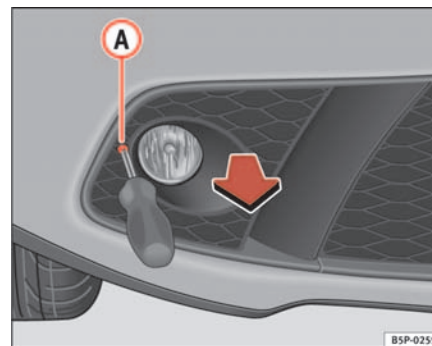

Fig. 203 Acceso alojamiento argolla de remolque
- Desenrosque el tornillo **(A)** ⇒ página 277, fig. 203.